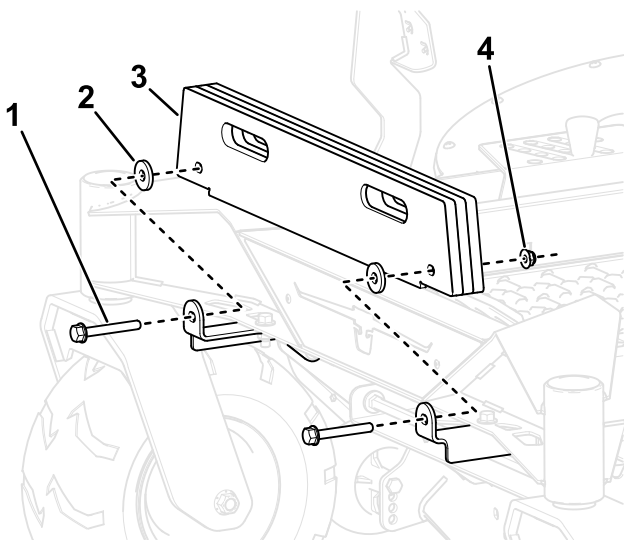

Рисунок 4
2. Установите грузы травосборника (количество определяется размером деки) на монтажные кронштейны грузов с помощью 2 болтов ($\frac{3}{8}$ x $2\frac{3}{4}$ дюйма), шайб и контргаяк ($\frac{3}{8}$ дюйма), как показано на Рисунок 4.